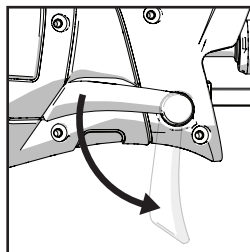

Fig. 4
- Relâchez le levier de verrouillage de la plaque de contact. (Fig. 4)